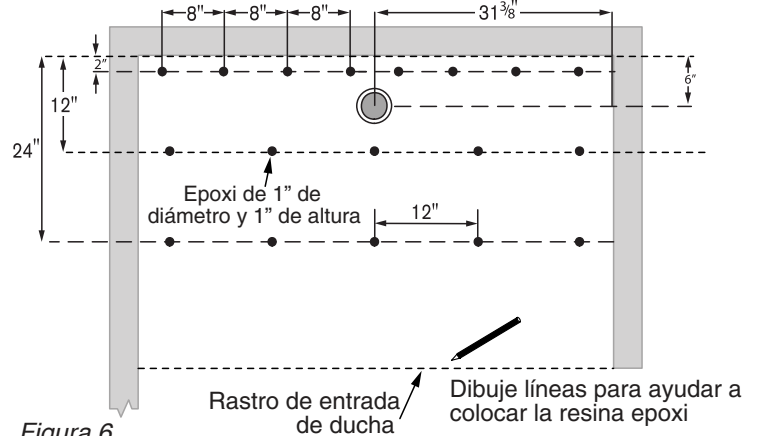

Figura 6
- 5** Barra el piso y retire todos los escombros de la cavidad y la parte inferior de la unidad para que el epoxi suministrado se adhiera correctamente. El piso puede estar húmedo pero no debe haber agua estancada. La figura 6 muestra el patrón de epoxi necesario para la instalación.